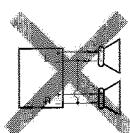
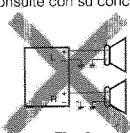

Fig. 1
Fig. 2
- If the speaker wiring in your car is as illustrated in Fig. 1 and Fig. 2 below, DO NOT connect the unit using that original speaker wiring. If you do, the unit will be seriously damaged. Redo the speaker wiring so that you can connect the unit to the speakers as illustrated in Fig. 3.
- Si el **conexionado de altavoz de su automóvil es como se indica en las Figs. 1 y 2 de abajo**, NO conecte la unidad utilizando ese conexionado de altavoz original. Si lo hace, se producirán daños graves en la unidad. Vuelva a efectuar el conexionado de altavoz de manera que pueda conectar la unidad a los altavoces de la manera indicada en la Fig. 3.
- Si le câblage des enceintes de votre voiture est réalisé comme montré sur la Fig. 1 ou Fig. 2 ci-dessous, NE CONNECTEZ PAS l'appareil en utilisant ce câblage original d'enceintes. Si vous le faites, l'appareil sera sérieusement endommagé. Recommez le câblage des enceintes de façon que vous puissiez connecter l'appareil aux enceintes comme montré sur la Fig. 3.